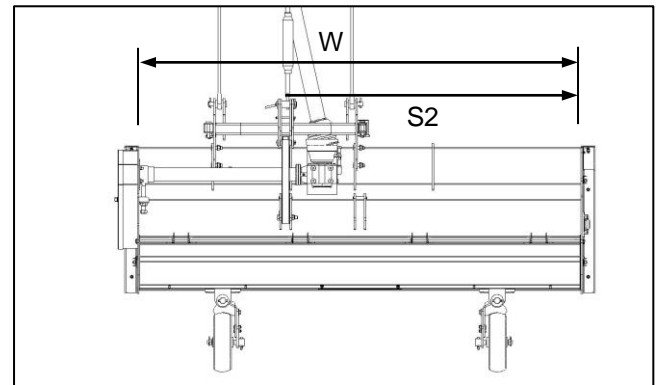

Fig. 7
- ✔ Maximum offset position (Fig. 7)  $S2 = \text{Working width (W)} \text{ minus } 1\,000 \text{ mm}$ .
- ✔ Maksimumkontraposisie (Fig. 7)  $S2 = \text{Werkswydte (W)} \text{ minus } 1\,000 \text{ mm}$ .